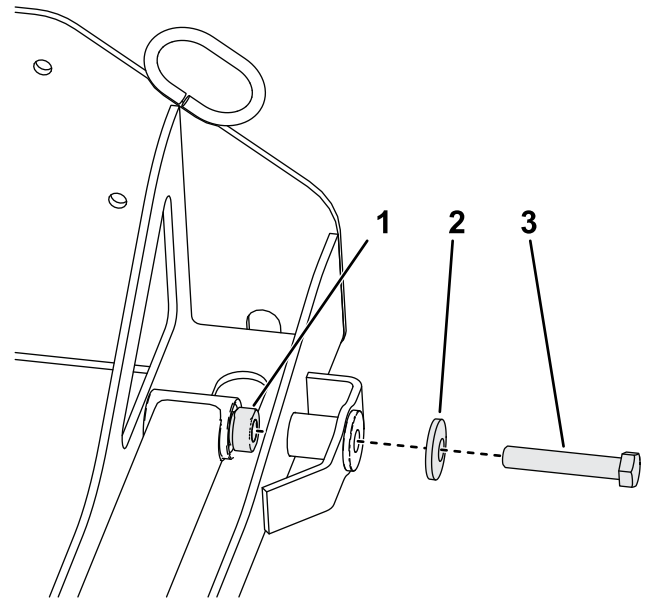

図 13
4. 昇降アームの前部を取り付けプレートアセンブリに固定する3トラクションユニット側の準備 (ページ 8) で取り外したボルト2本、湾曲ワッシャ2枚を使用して図 13 に固定する。